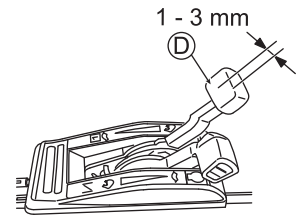

Fig. 33
Régalez le jeu du levier de changement de vitesse (D) à 1 - 3 mm ainsi qu'illustré dans la Fig. 33.
3. Démarrez le moteur et vérifiez que la vitesse de tonte change lorsque vous activez le levier de changement de vitesse (D).